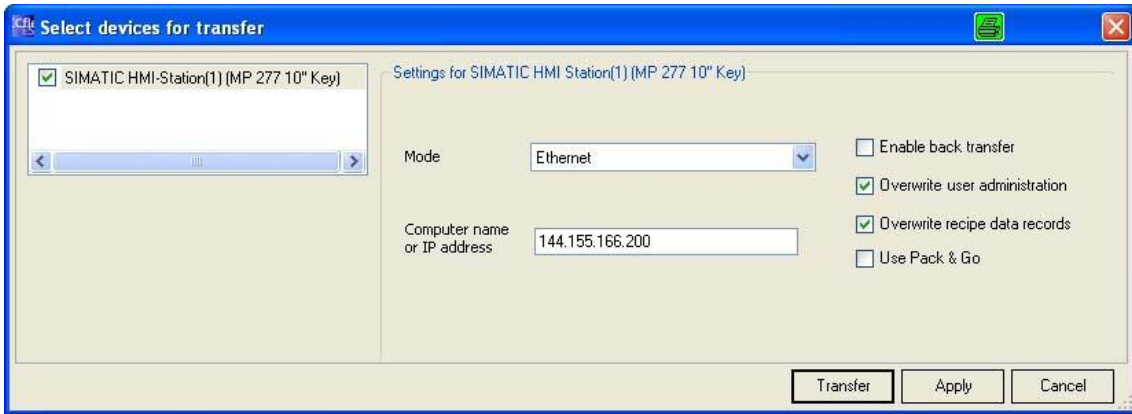

图23 传送WinCC flexible Runtime 组态到 HMI 设备
4. 选择目标和通信连接并单击“传送” (Transfer) 进行确认，如图23所示。